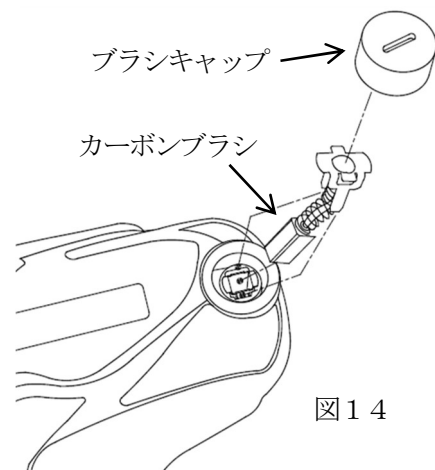

図14
- (2) 点検および交換はモータ部後端の左右のブラシキャップをドライバーでブラシキャップを取り外して行います。(図14)